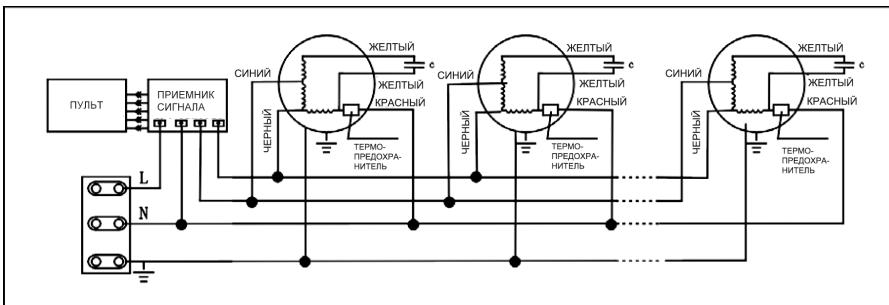

Рис. 11 – Схема электрическая для завес с дистанционным пультом управления
7.4.2 Схема электрическая для завес с дистанционным пультом управления в соответствии с рис. 11